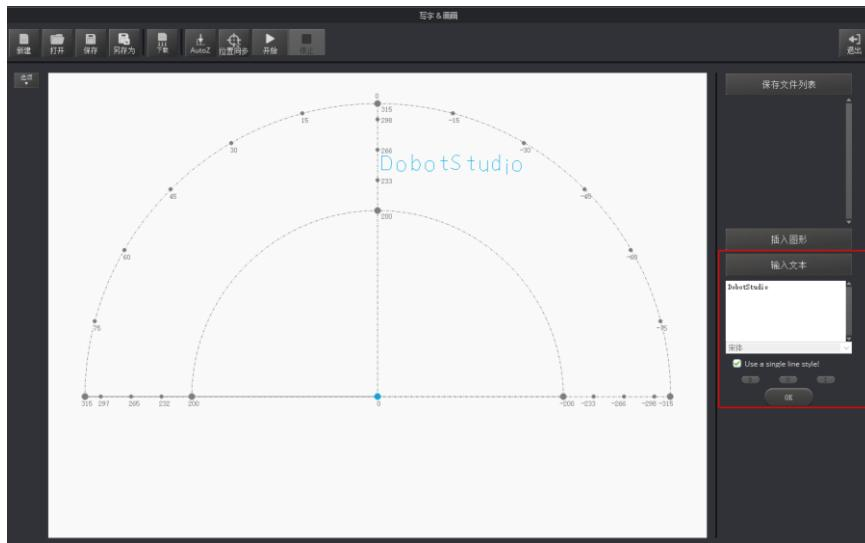

图 5.49 输入文本
- 在“写字 & 画画”页面右下方的“输入文本”区域手动输入文字，并设置文字样式，然后单击“OK”。如图 5.49 所示。